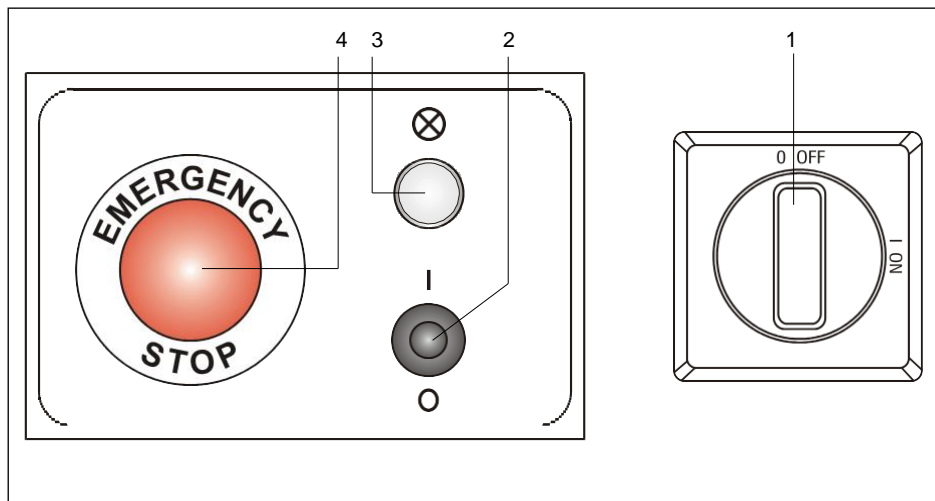

FIG. 12 (Panoul de comandă și control)
- 1) Alimentați panoul electric rotind întrerupătorul principal (**FIG. 12- Ref. 1**) în poz. "I" (**PORNIT**);
- 2) Porniți sistemul prin aducerea selectorului negru "Pornire/Oprire" (**FIG. 12- Ref. 2**) în poz. "I"; Compresorul încarcă automat aerul din siloz până la atingerea presiunii de lucru de 1,8 bari, vizibilă în manometrul poziționat pe siloz (a se vedea **FIG. 9**).
TAB. 10 (Legendă FIG. 12)